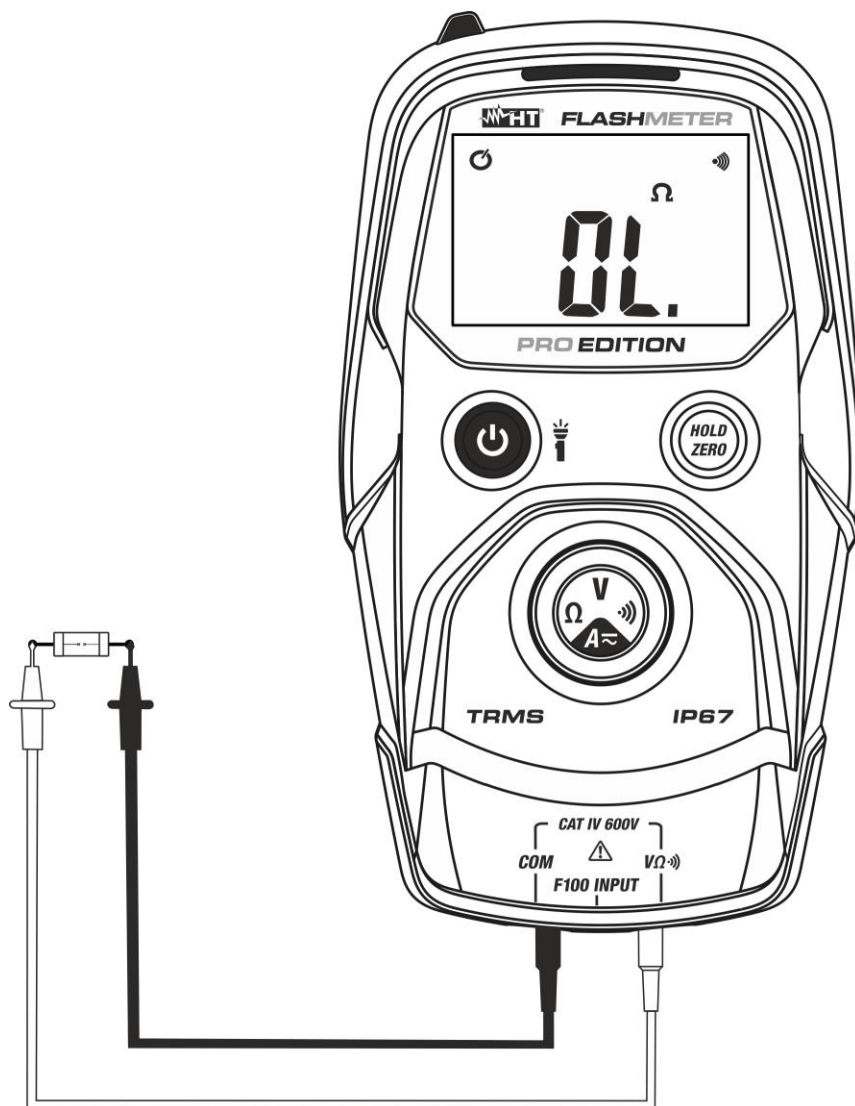

Fig. 6: Uso do instrumento para o Teste de Continuidade
4. Colocar as ponteiras no circuito em exame (ver Fig. 6). O indicador sonoro de continuidade fica ativo para $R < 50\Omega$.